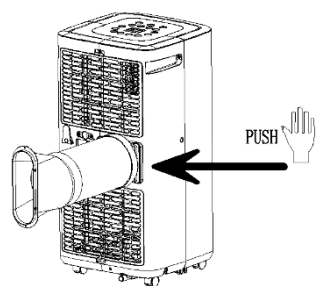

Fig. 2
- Conecte ambos adaptadores del tubo de salida de aire girando cada uno de los extremos del tubo de salida de aire y, a continuación, fije el tubo a la parte posterior del climatizador móvil local (véase fig. 2).